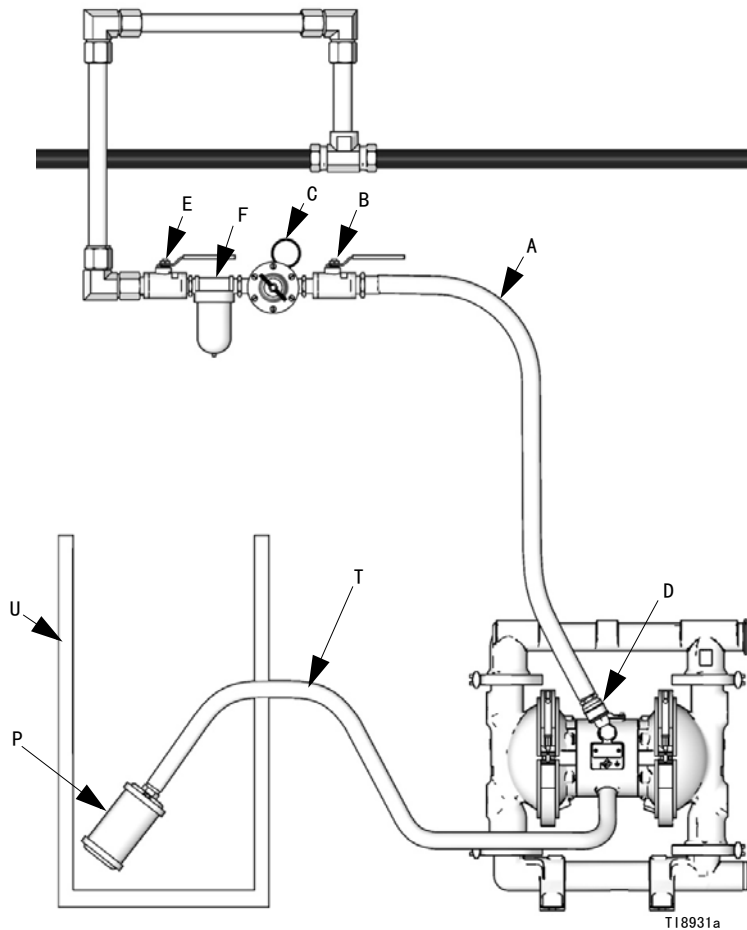

图 4 排出废气
隔膜故障可导致泵送流体与空气一起进入排气管。在排气管端头放置一个合适的容器以接住流体。见图 4。
3. 将一个容器（U）放在排气管路的端头，以防万一隔膜破裂时可接住流体。见图 4。